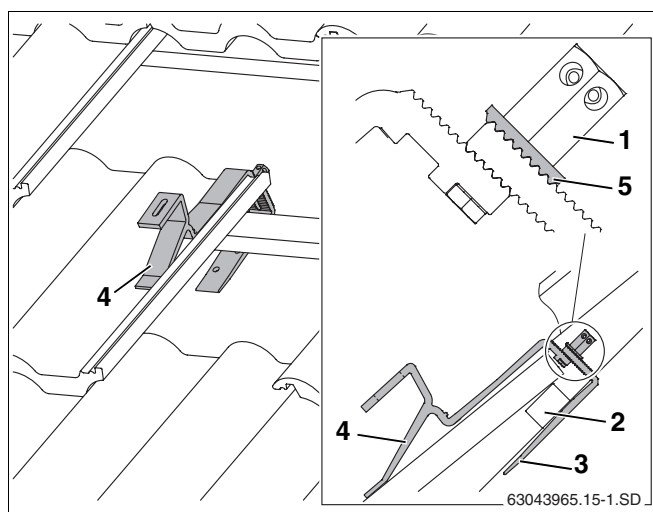

Рис. 13 Установленные кровельные крюки (для наглядности изображены не все элементы черепицы)
- Установить крюки так, чтобы передняя подпорка легла во впадину черепицы (рис. 13, поз. 4).
- Сдвинуть вверх нижнюю часть кровельного крюка (рис. 13, поз. 3) так, чтобы она прилегла к обрешетке крыши (рис. 13, поз. 2).
- Затянуть гайки (рис. 13, поз. 1). Для этого вставить ключ SW5 в отверстие гайки и повернуть его.
Зубчатая подкладная шайба (рис. 13, поз. 5) должна войти в зацепление с нижней частью кровельного крюка.